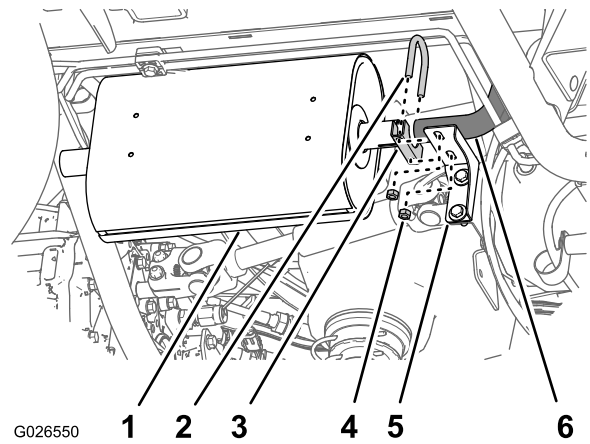

Figura 5
5. Remova as 2 porcas, a cavilha em U e o suporte do ponto de apoio que fixam o tubo de escape de entrada da panela de escape e o tubo em Y para o apoio da panela de escape frontal. (Figura 5).